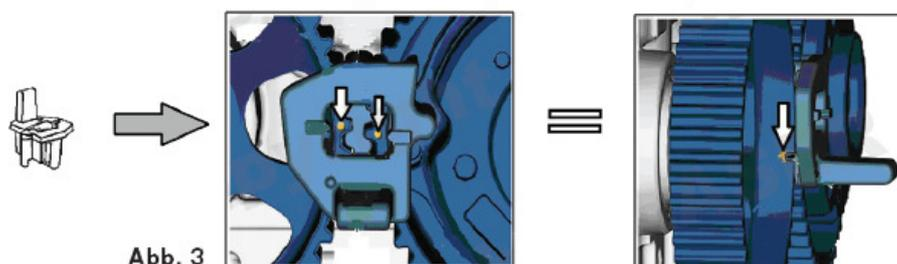

Abb. 3
Dient dazu, die beiden Nockenwellenscheiben gemeinsam in eingestellter Stellung zu halten. Beide Riemenscheiben unter Zuhilfenahme eines geeigneten Riemenscheibenhaltewerkzeugs lösen und wie in Abb. 3 dargestellt (C) dazu nutzen, die Riemenscheiben in die korrekte Position zu bringen.